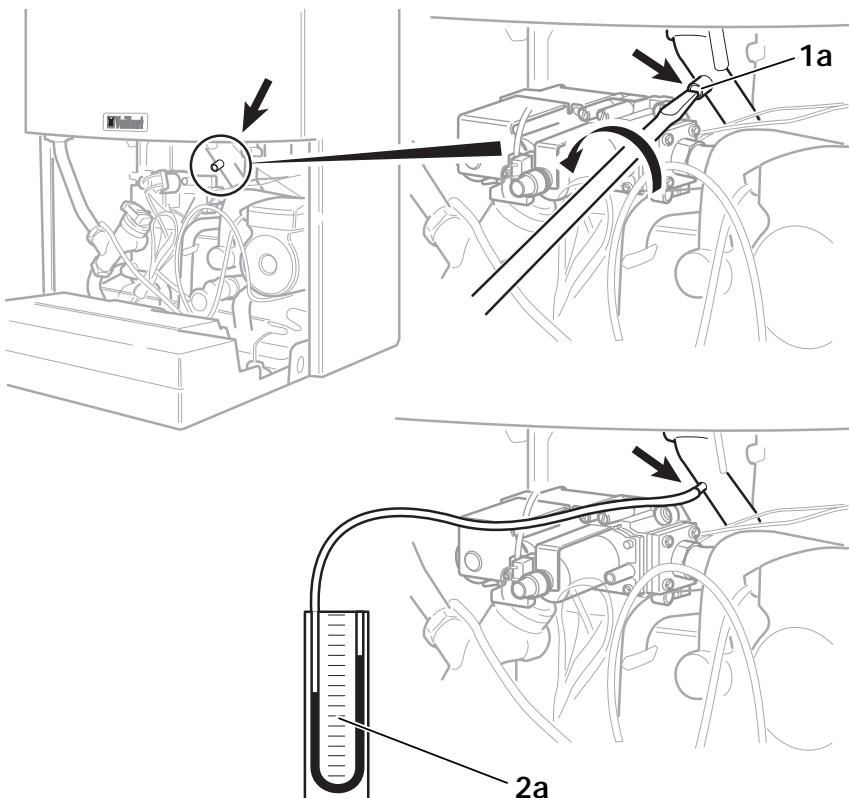

Рис. G. 2: Присоединение U-образного манометра
**На этом рисунке показано, как подключается U-образный манометр к аппаратам, работающим на природном газе. Подключение U-образного манометра к аппаратам, работающим на сжиженном газе, показано на рис. G. 2, стр. 38.**
На этом рисунке показано, как подключается U-образный манометр к аппаратам, работающим на природном газе. Подключение U-образного манометра к аппаратам, работающим на сжиженном газе, показано на рис. G. 2, стр. 38.
- При повороте гайки (2) вправо расход газа для зажигания горелки увеличивается
- При повороте гайки (2) влево расход газа для зажигания горелки уменьшается
- Установите на место пластмассовый колпачок (1)
**Без пластмассового колпачка (1) правильная работа блока управления горелкой не гарантируется!**